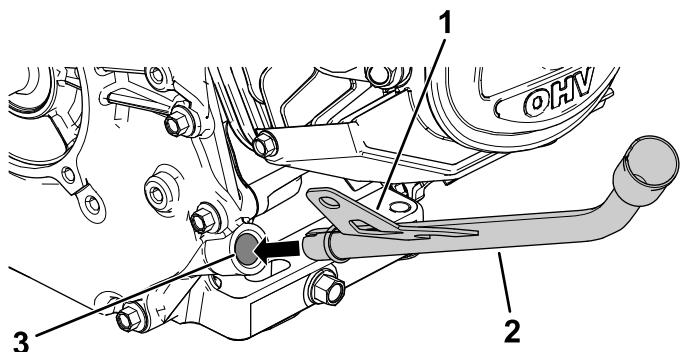

Figura 6
4. Insira o tubo da vareta inclinada na abertura do tubo (Figura 6).
5. Utilizando uma maceta de borracha, bata no **suporte** (item 1) no tubo da vareta (Figura 6) para fixar o tubo no motor.